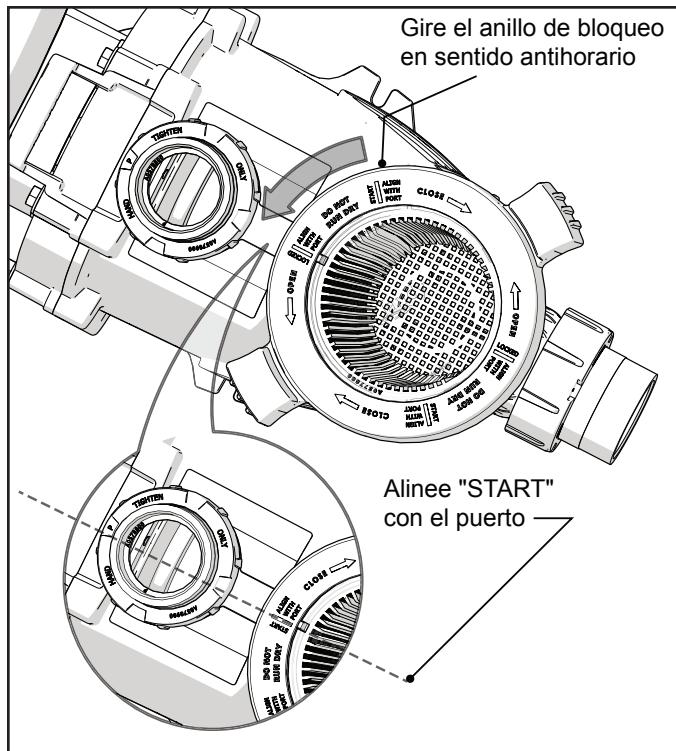

Figura 10. Suelte el anillo de bloqueo
4. Siguiendo las marcas en el anillo de cierre, gire el anillo de bloquero hacia la izquierda hasta que la marca 'START' ('arranque') se alinee con los orificios. Véanse "Figura 10. Suelte el anillo de bloqueo"